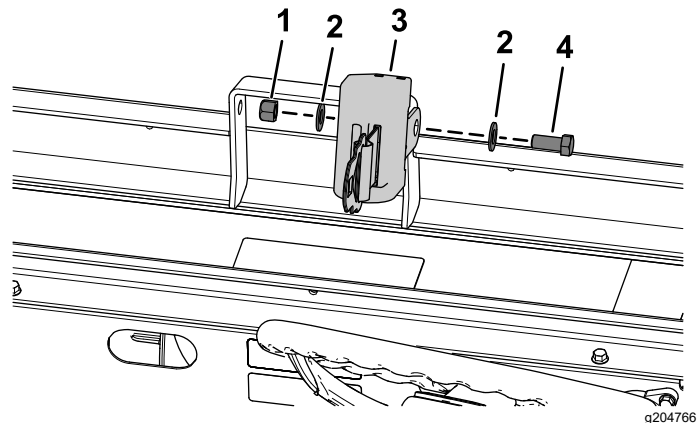

Bild 28
4. Befestigen Sie einen Sicherheitsgurt mit einer Sechskantschraube (7/16" x 1"), zwei Flachscheiben (7/16") und einer Sicherungsmutter (7/16"), wie in Bild 28 abgebildet.